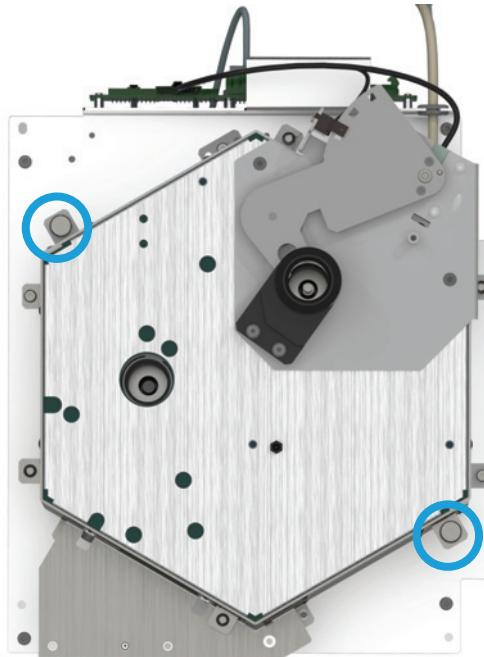

Abb.13. Lockern Sie die Rändelschrauben auf der oberen Ofenbaugruppe.
- b** Drehen Sie die beiden unverlierbaren T-20-Torx-Flügelschrauben vollständig heraus (Abbildung 13).